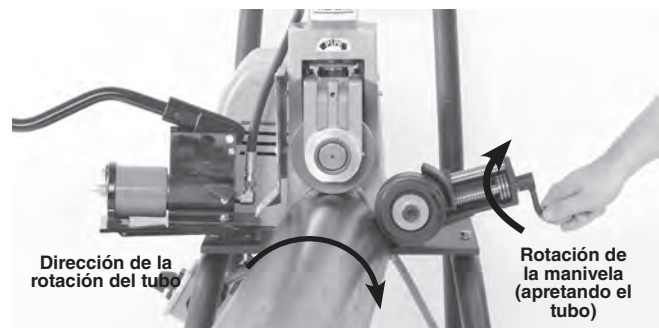

Figura 14 – Desvío del tubo en ½ grado (exagerado en la imagen)
- Haga rotar la manivela del estabilizador para que el rodillo se ponga en contacto con el tubo. Dele otra vuelta completa a la manivela, para cargar el rodillo contra el tubo (Figura 14). No estire el cuerpo sobre el tubo para ajustar el estabilizador.